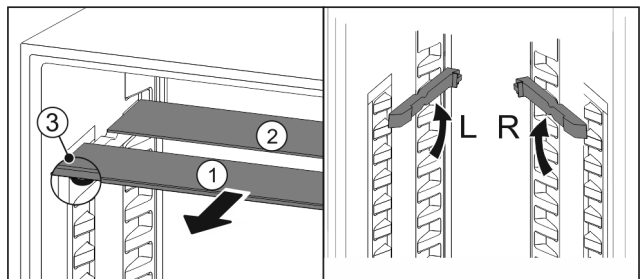

Fig. 90
- ▶ Издърпайте Fig. 90 (1) поотделно стъклените плочи напред.
- ▷ Стъклената плоча Fig. 90 (1) с декоративната лайстна е отпред.
- ▷ Ограничителите Fig. 90 (3) сочат надолу.